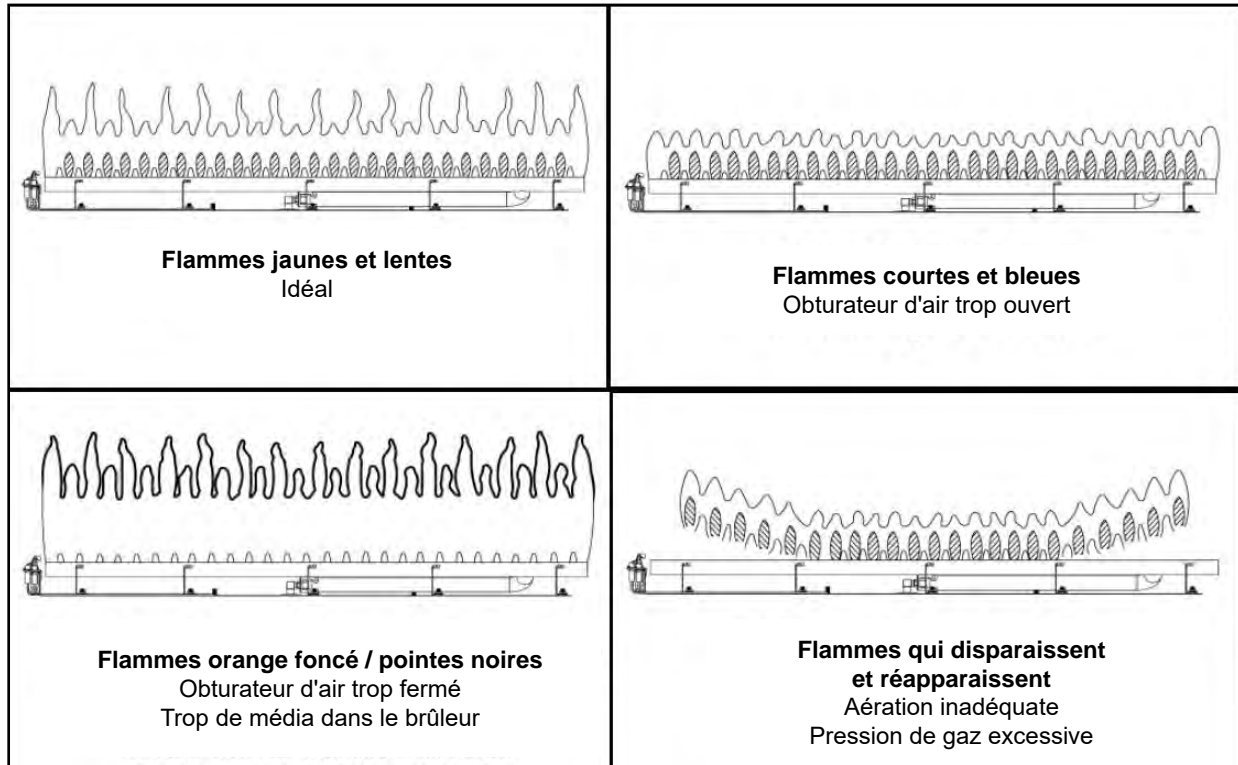
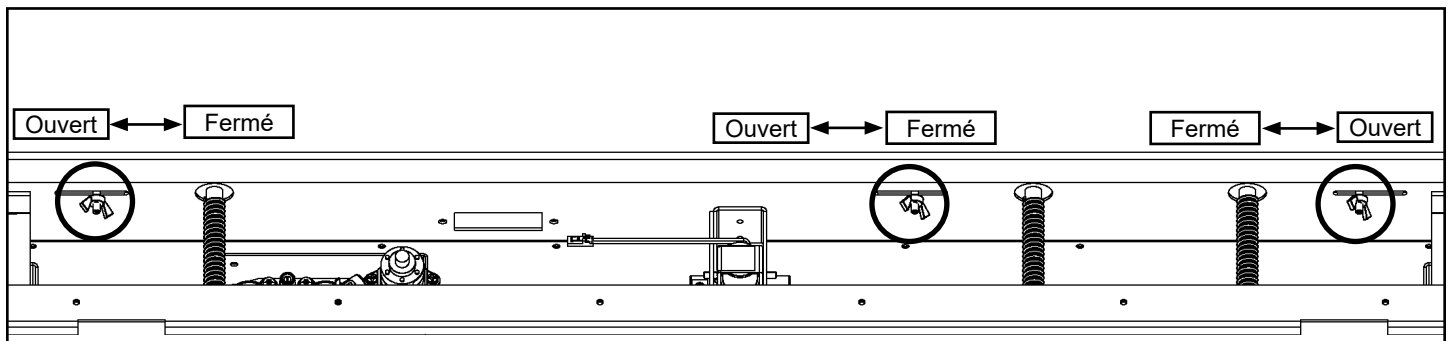

Figure 19.5.01:
Figure 19.5.02:
- Inspectez et assurez-vous que l'allumage du brûleur principal se produit dans les 4 secondes suivant l'ouverture de la vanne de gaz principale. Les flammes doivent ressembler à celles de la **Figure 19.5.01**
Le foyer Excellence inclut un obturateur d'air situé sous le cadre vitré du foyer, servant à ajuster le débit d'air primaire pour obtenir le patron de flammes idéal, tel que montré à la **Figure 19.5.01**. Pour l'ajuster, utilisez un tournevis pour tourner la vis de réglage de l'obturateur d'air, tel que montré à la **Figure 19.5.02**. Pour ouvrir l'obturateur d'air et augmenter le débit d'air au brûleur, faites glisser l'obturateur d'air vers la gauche. Pour fermer l'obturateur d'air et réduire le débit d'air au brûleur, faites glisser l'obturateur d'air vers la droite.